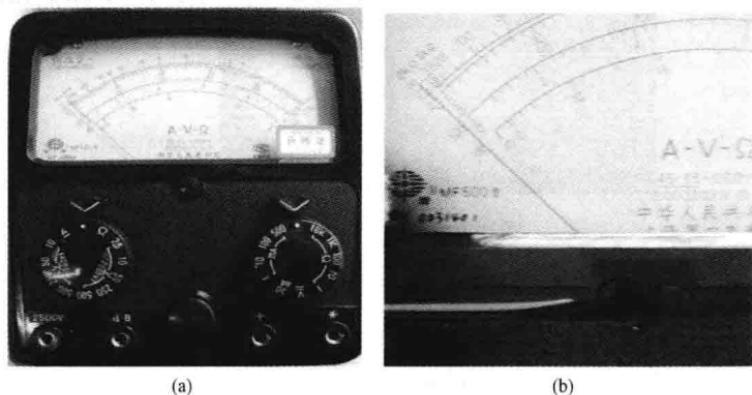

图 4-30 测量前准备工作
- (1) 万用表水平放置，检查指针是否停在表盘左端的零位，如有偏离，可用小螺丝刀轻轻转动表头上的机械零位调整旋钮，使指针指零，如图 4-30 所示。